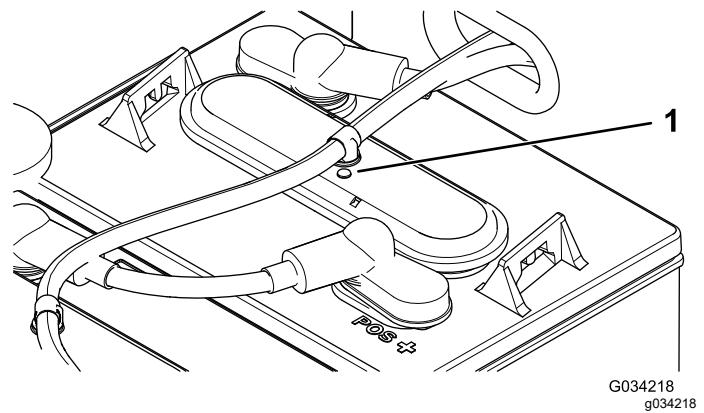

Figure 40
- Sur chaque batterie, vérifiez si la pastille est noire ou blanche (Figure 40).